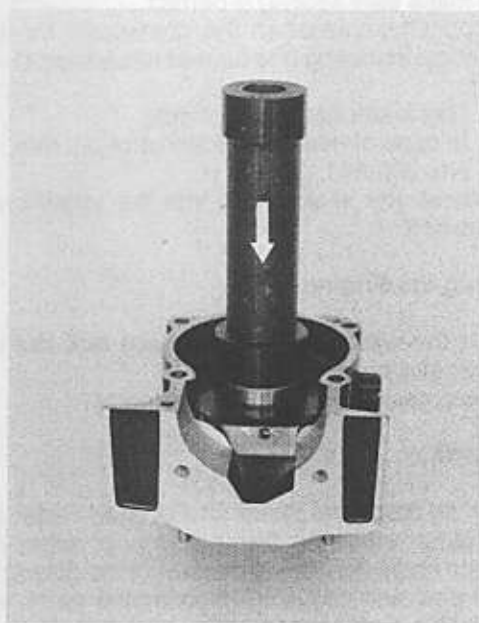

Fig. 36
3. Using the same tool press the two crankshaft bearings into the crankcase halves (Fig. 36).
3. Usando lo stesso attrezzo montare i due cuscinetti nel semicarter (Fig. 36)